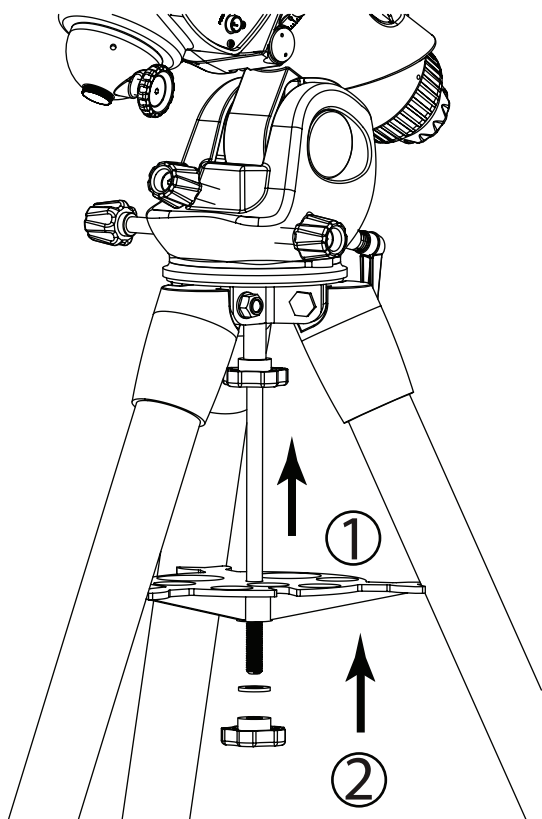

Рис. 1.3a
1. Подтяните лоток для принадлежностей вдоль центрального винта-фиксатора так, чтобы распорки лотка уперлись в ножки треноги. Закрепите положение лотка с помощью шайбы и фиксатора (рис. 1.3a).